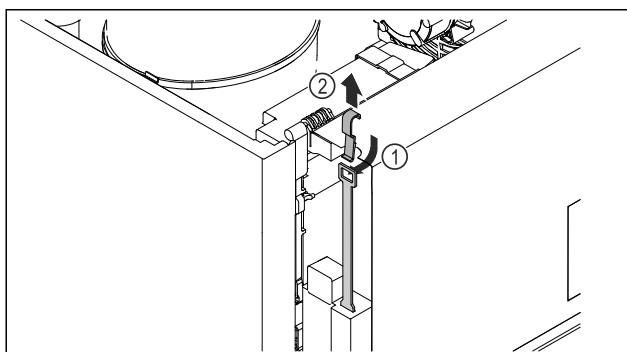

Fig. 209
- ▶ 从上方插入紧急解锁钥匙 Fig. 209 (1)，将其钩住锁，接着向上拉出 Fig. 209 (2)。